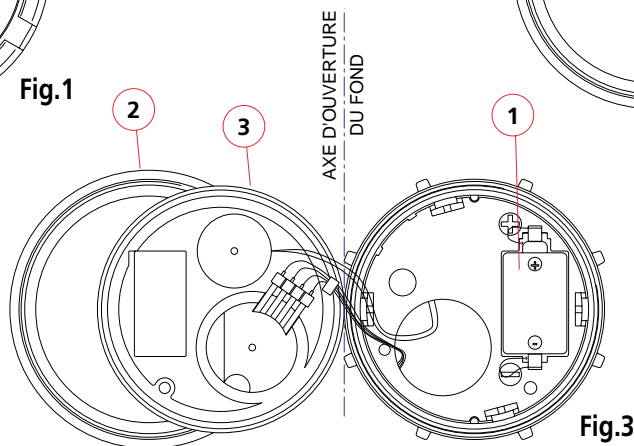

Fig.3
3. Séparer le fond du boîtier, si nécessaire utiliser une lame pour décoller le fond du boîtier (faire attention de ne pas endommager le boîtier et le joint torique (3)), et ouvrir le boîtier en faisant pivoter le fond suivant une ligne fictive à la gauche de celui-ci. Cette ligne servant d'axe d'ouverture du boîtier (voir figure 3) afin de ne pas endommager les fils du capteur et du buzzer.